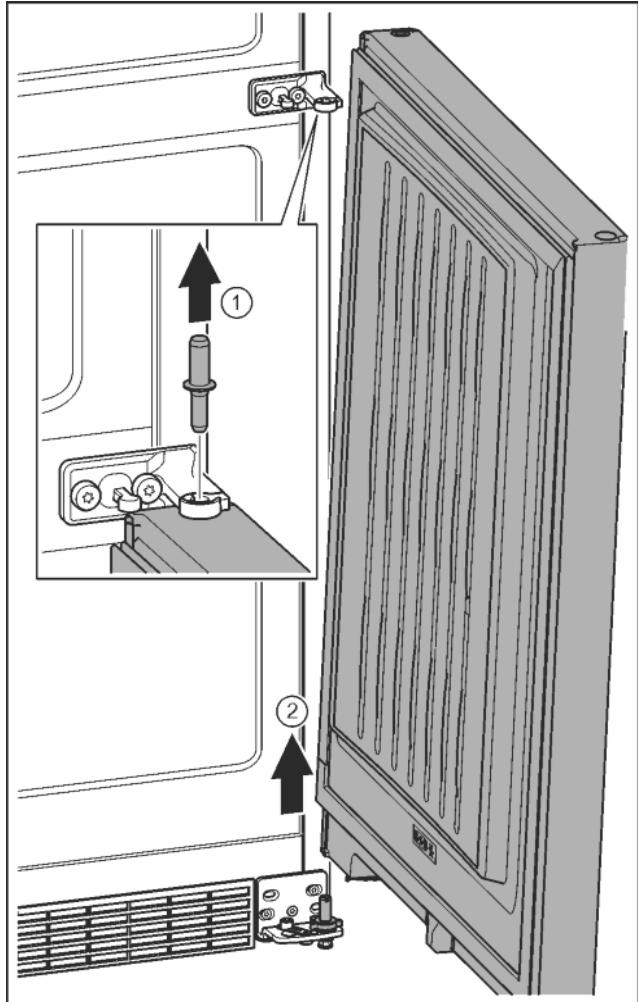

Fig. 11
- ▶ Sortir le boulon par le haut. *Fig. 11 (1)*
- ▶ Faire basculer la porte vers l'extérieur, la tirer vers le haut et la mettre de côté. *Fig. 11 (2)*